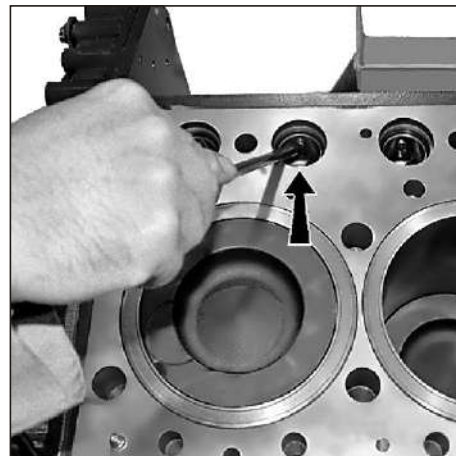

Рис. 25. Снятие толкателей.
4. Снять толкатели в сборе (650.1007180) (см. **Рис. 25**).